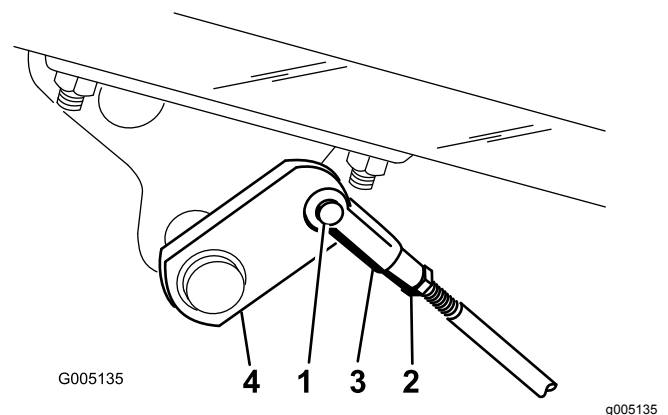

Figure 49
- A. Désaccouplez les tiges de frein en retirant la goupille fendue et l'axe de chape (Figure 49).
- B. Desserrez l'écrou de blocage et réglez la chape comme il convient (Figure 49).
- C. Montez la chape sur l'arbre de frein (Figure 49).